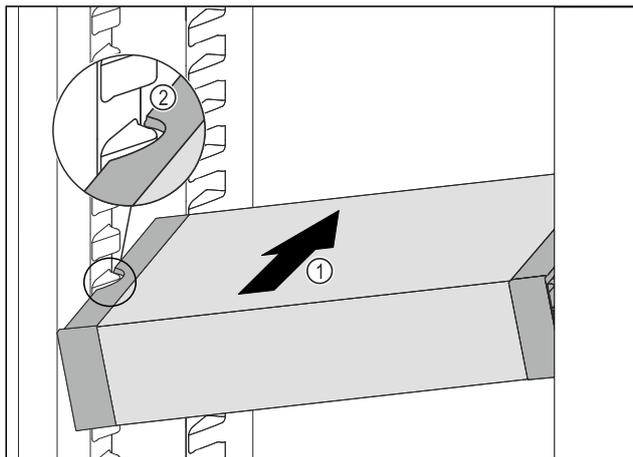

Fig. 129
- ▶ Inserire VarioSafe ad angolo nel vano frigorifero Fig. 129 (1), fino a quando le cavità laterali Fig. 129 (2) di VarioSafe non si trovano al livello della nervatura del contenitore nel vano frigorifero.